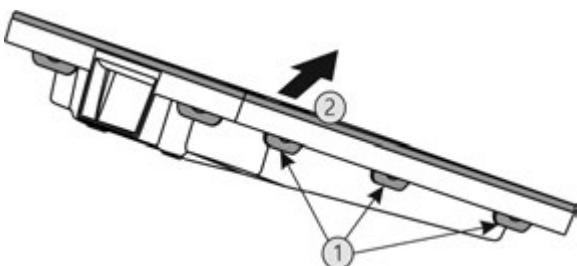

Fig. 49
- Всі накладки Fig. 49 (1) натиснути послідовно і вийняти кришку Fig. 49 (2).